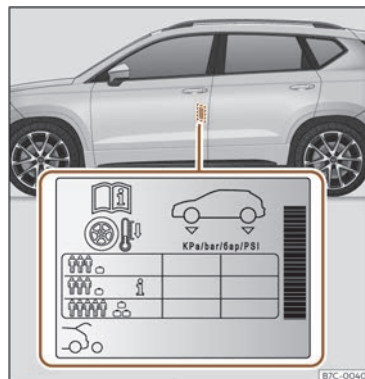

**Fig. 207** Emplacement de l'autocollant de gonflage des pneus.
• Si le véhicule est fortement chargé, adaptez la pression des pneus en conséquence » » **fig. 207.**
Les valeurs de pression de gonflage figurent sur l'étiquette adhésive située sur la face arrière du cadre de la porte avant gauche » » **fig. 207.**
Il est possible d'adapter la pression de gonflage des pneus sous charge moyenne en fonction du véhicule afin d'améliorer le confort de conduite (pression de gonflage **i** » » **fig. 207**). Lorsque vous roulez avec une pression de gonflage de confort, la consommation de carburant peut légèrement augmenter.
Adaptez la pression de gonflage des pneus à la charge du véhicule. Si le véhicule est chargé au maximum, vous devez augmenter la pression de gonflage jusqu'à la valeur maximale de charge indiquée sur l'étiquette adhésive » » **fig. 207.**
Dans le cas de la roue de secours de taille réduite (125/70 R18), la gonfler à une pression 4,2 bar, comme indiqué sur l'étiquette de pression des pneus » » **fig. 207.**
• Le conducteur est responsable de la pression correcte de tous les pneus de son véhicule. La pression de gonflage recommandée est indiquée sur un autocollant » » **fig. 207.**
- Sur les pneus à froid, la pression devra toujours être celle indiquée sur l'autocollant»» fig. 207.